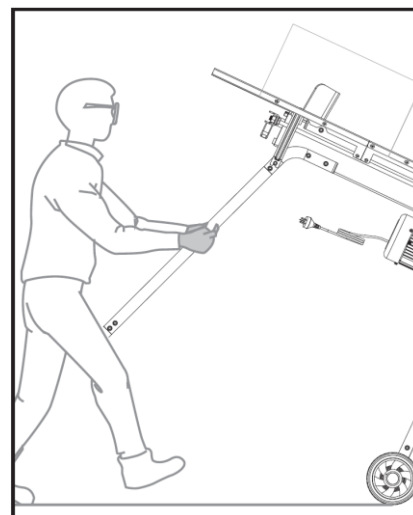

Fig. 13
- Per spostare lo spaccalegna, afferrare la gamba di supporto (14) per inclinare leggermente l'unità, assicurandosi che il coperchio del serbatoio dell'olio sia ben serrato. Fare riferimento alla Fig. 13.